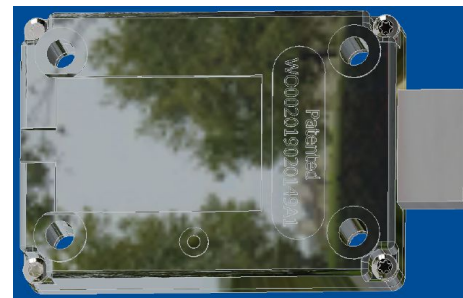

Bild: 6
1.2 Stellar ML-18-1-Grand / Grand 15 / Grand direkt (ohne Bohrschutz) - siehe Bild 6 -